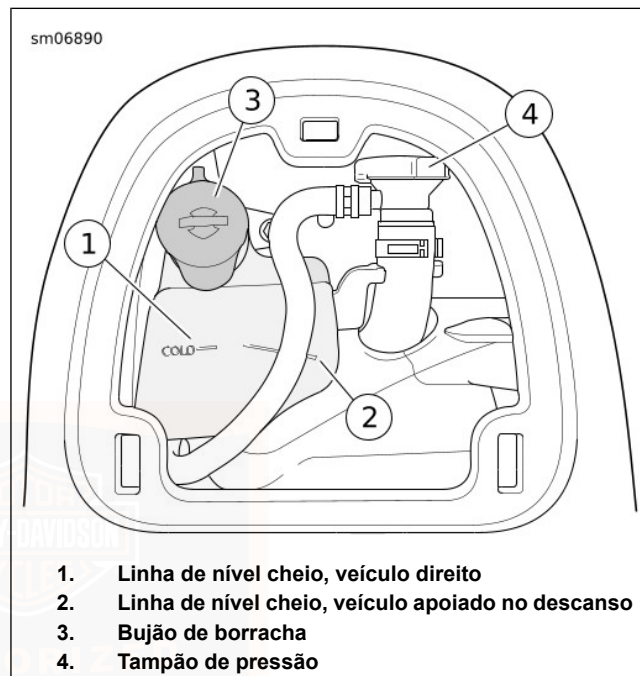

Figura 62. Nível do líquido de refrigeração
Ver Figura 62. O recipiente do líquido de refrigeração tem duas tubagens. Utilizar a linha inclinada (2) quando o motociclo estiver apoiado no descanso.
2. Ver Figura 62. Verificar se o nível do líquido de refrigeração no respetivo recipiente está ao nível da linha com a inscrição “COLD” (1) ou ligeiramente mais acima.